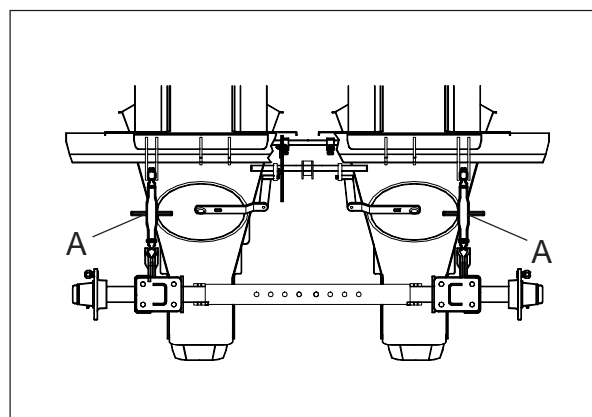

Fig. 30
a. Rigid furrow opener (fig. 30):